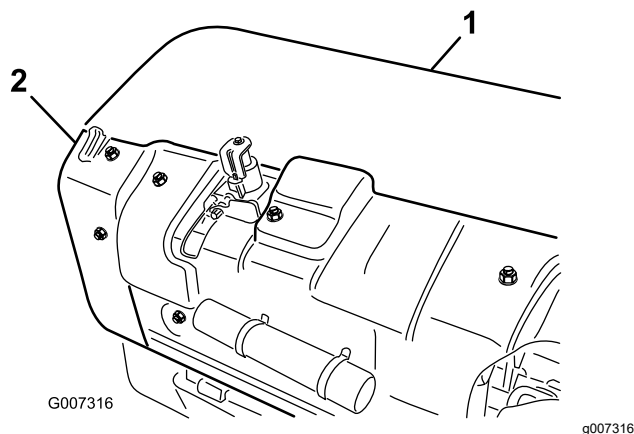

Figure 33
- A. Déposez le couvercle arrière de la tête d'aération (Figure 33).
- B. Retirez les boulons de fixation du protège-poulie et déposez celui-ci (Figure 33).